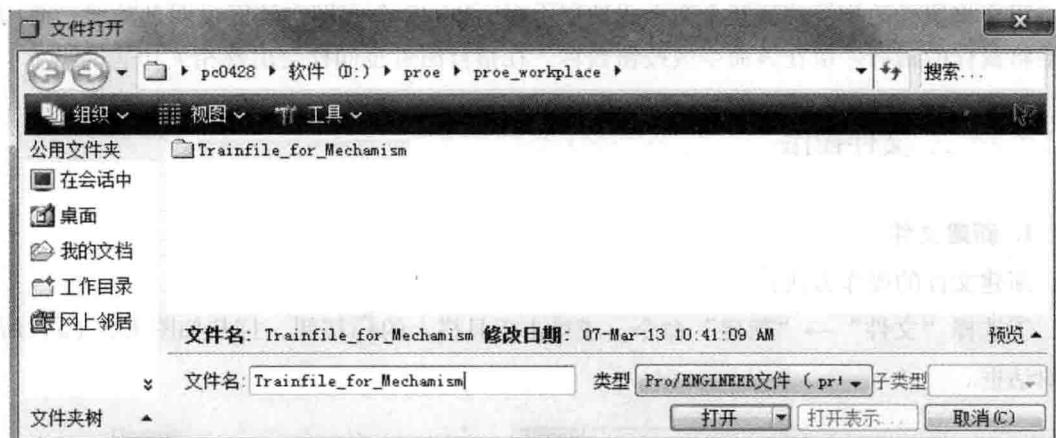

图 1.6 “文件打开”对话框
①选择“文件”→“打开”命令，或单击系统工具栏上的按钮 \square ，即打开如图 1.6 所示的“文件打开”对话框。